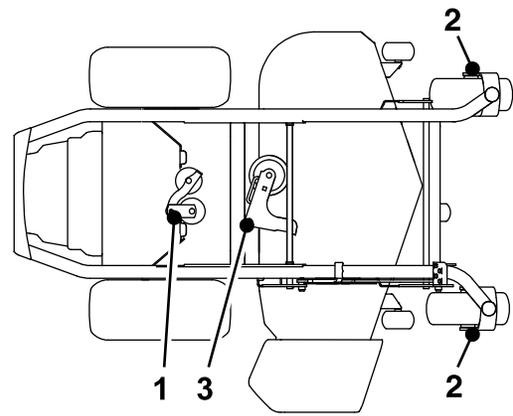

Figure 38
3. Injectez 1 à 2 jets de graisse dans le pivot de la poulie de tension du tablier de coupe et de la pompe (Figure 38).
4. Tondeuses 1500 et 2000 Series – Graissez les axes des roues pivotantes avant (Figure 38).